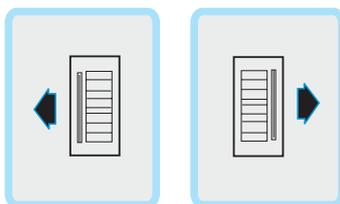

Figura 2.2
5. Conforme a necessidade do ambiente, determine as direções do fluxo de ar para o local de instalação. Consulte a Figura 2.2 quanto ao esquema sobre a direção do fluxo de ar.